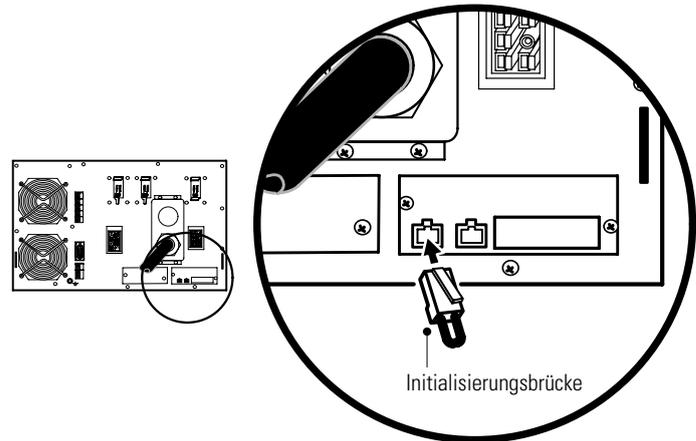
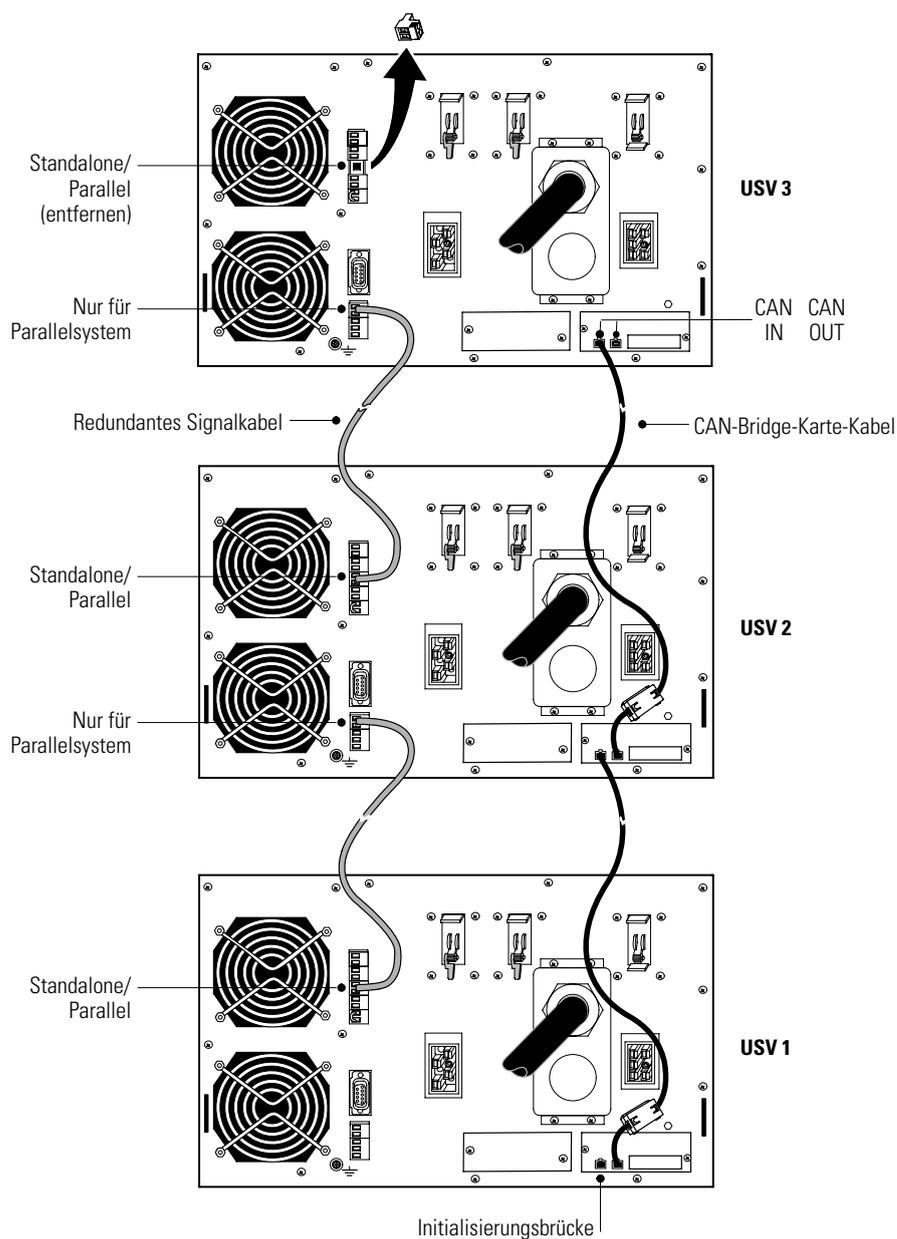

Abbildung 35. Einsetzen der Initialisierungsbrücke
Abbildung 36. Typische CAN-Bridge-Karten und redundante Signalverkabelung
9. Die mitgelieferte Initialisierungsbrücke (siehe Abbildung 35) im CAN IN-Port auf der ersten USV einsetzen (USV 1 in Abbildung 36).
10. Mithilfe der mitgelieferten Steckverbindungen ein CAN-Bridge-Karten-Kabel an jeder USV anschließen, wie in Abbildung 36 dargestellt. Den CAN OUT-Anschluss an der einen USV mit dem CAN IN-Anschluss auf der nächsten verbinden.
HINWEIS Sie können das Parallelsystem so konfigurieren, dass sich USV 1 im Rack ganz unten (wie in Abbildung 36 dargestellt) oder ganz oben befindet.
11. Schließen Sie an jeder USV ein redundantes Signalkabel zwischen den Klemmen „Nur für Parallelsystem“ und „Standalone/Parallel“ an, wie in Abbildung 36 dargestellt. Entfernen Sie die bestehenden Klemmenleisten-Steckverbindungen, bevor Sie das Kabel anschließen.
12. Die Standalone/Parallel-Steckverbindung aus der Klemmenleiste von der letzten USV entfernen (USV 3 in Abbildung 36).